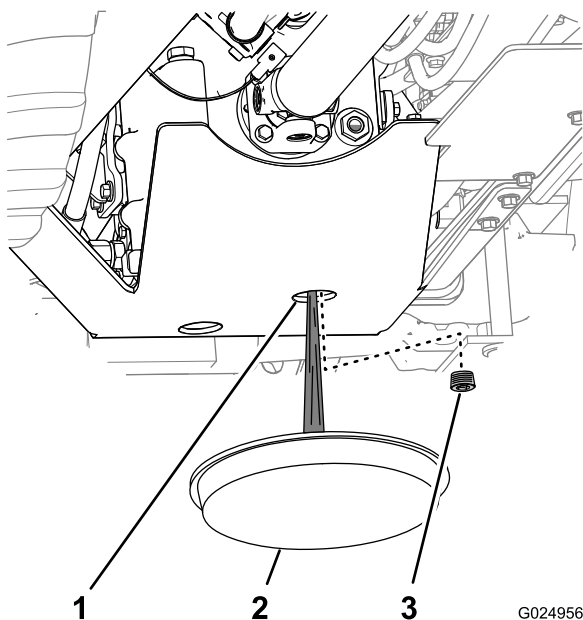

Figura 95
2. Mettete una bacinella di spurgo sotto il foro anteriore dello schermo della trasmissione (Figura 95).
3. Attraverso lo schermo della trasmissione pulite l'area intorno al tappo di spurgo della trasmissione (Figura 95).